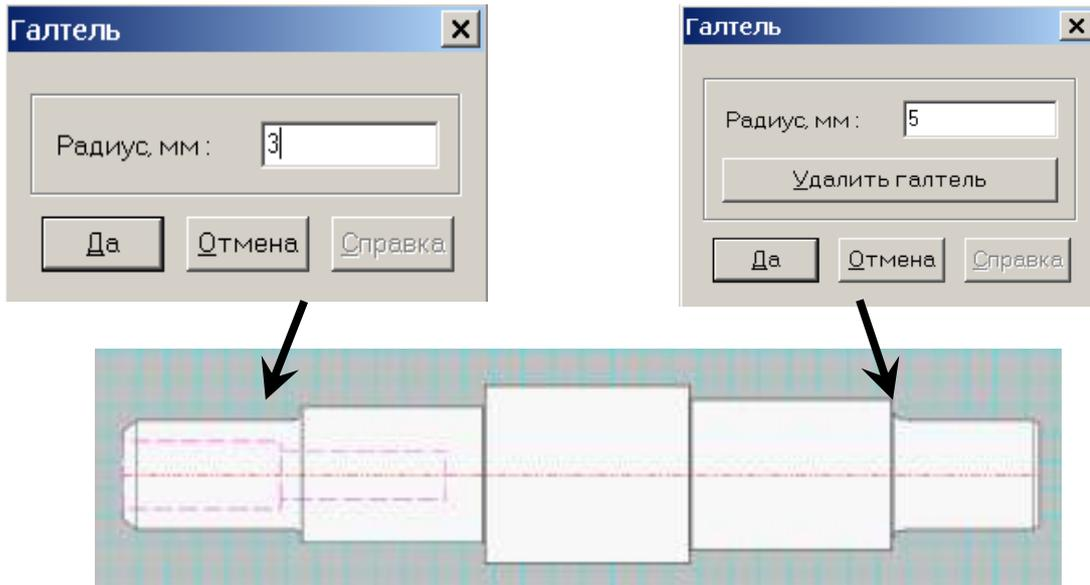

Рисунок 2.53
**Задание 4.** Задайте галтель (рисунок 2.53).